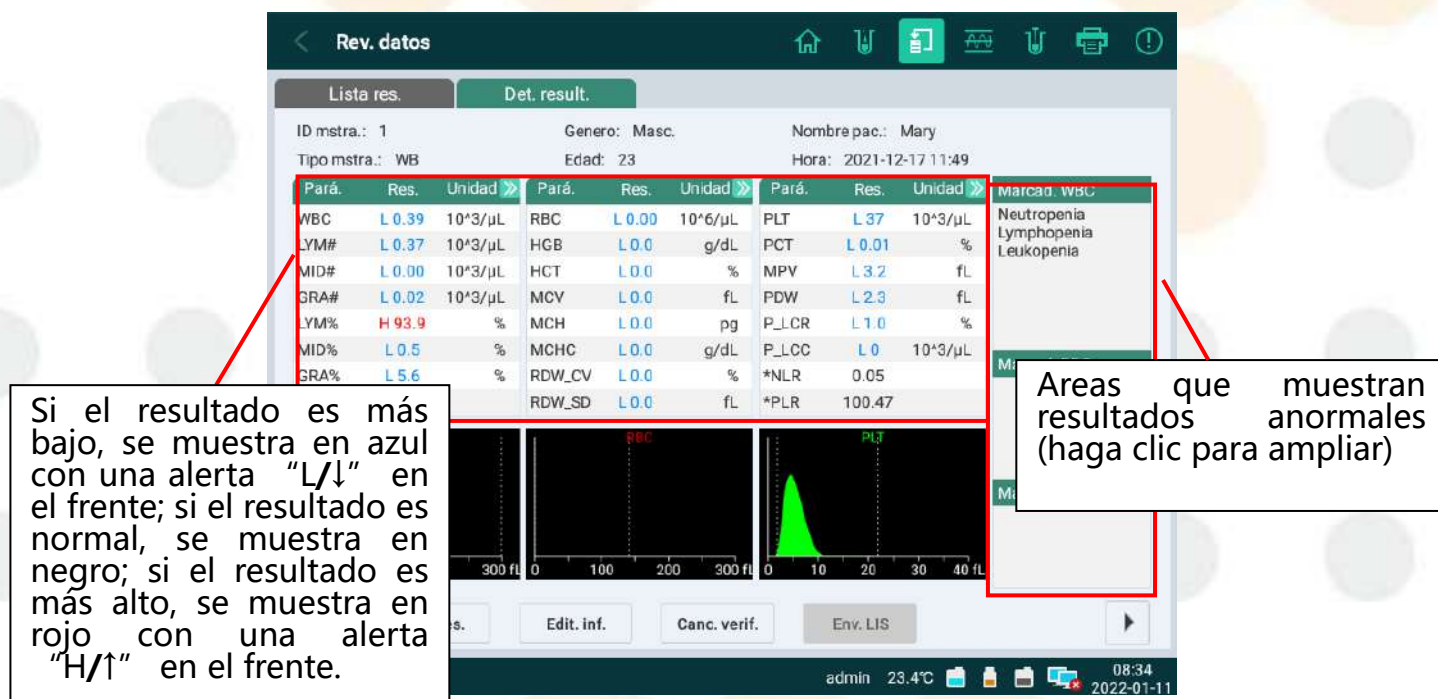

Imagen 8-5 Detalles del resultado
2. Aparecerá un cuadro de opciones de exportación, como el de la Imagen 8-5. Puede seleccionar el tipo de datos y los registros de datos según las necesidades y presionar **Confir.**
Presione **Rev. datos** en la pantalla principal para acceder a la pantalla de la lista de resultados. Seleccione un resultado y pulse **Det. result.**; verá la pantalla como se muestra en la Imagen 8-5: